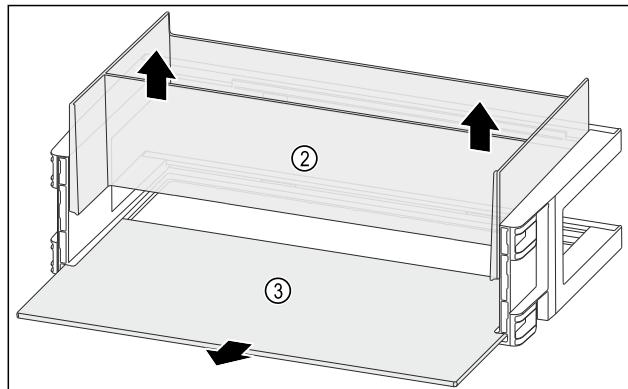

Fig. 93
- Извлеките организатор *Fig. 93 (2)* движением вверх.
- Извлеките съемную полку *Fig. 93 (3)*.